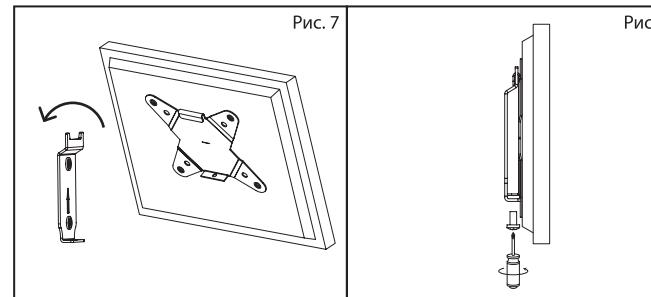

Рис. 7
- ❶ Для завершения установки аккуратно прицепите кронштейн к его основанию, закрепленному ранее на стене (Рис. 7)